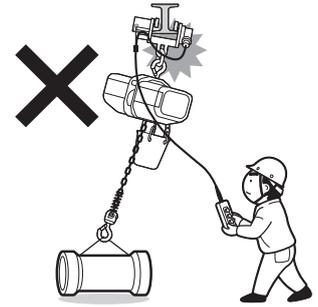

図42
- (3) トロリ付で使用する場合、斜め引きはトロリに無理な力がかかります。トロリの真下でつってください。(図42)
- (4) 地球づり(建屋構造物に引っ掛ける操作など)をしないでください。
- (5) 運転中は荷から気をそらさないでください。
- (6) つり上げた荷を長時間放置しないでください。
- (7) 荷をつったまま運転位置を離れないでください。
- (8) 荷やフックブロックを揺らす運転はしないでください。
- (9) 巻き上げ過ぎ、巻き下げ過ぎはしないでください。
- (10) 上下限のリミットスイッチを、常時使って止める使い方はしないでください。
- (11) 荷物や玉掛け用具などでチェーンバケットを突き上げないでください。